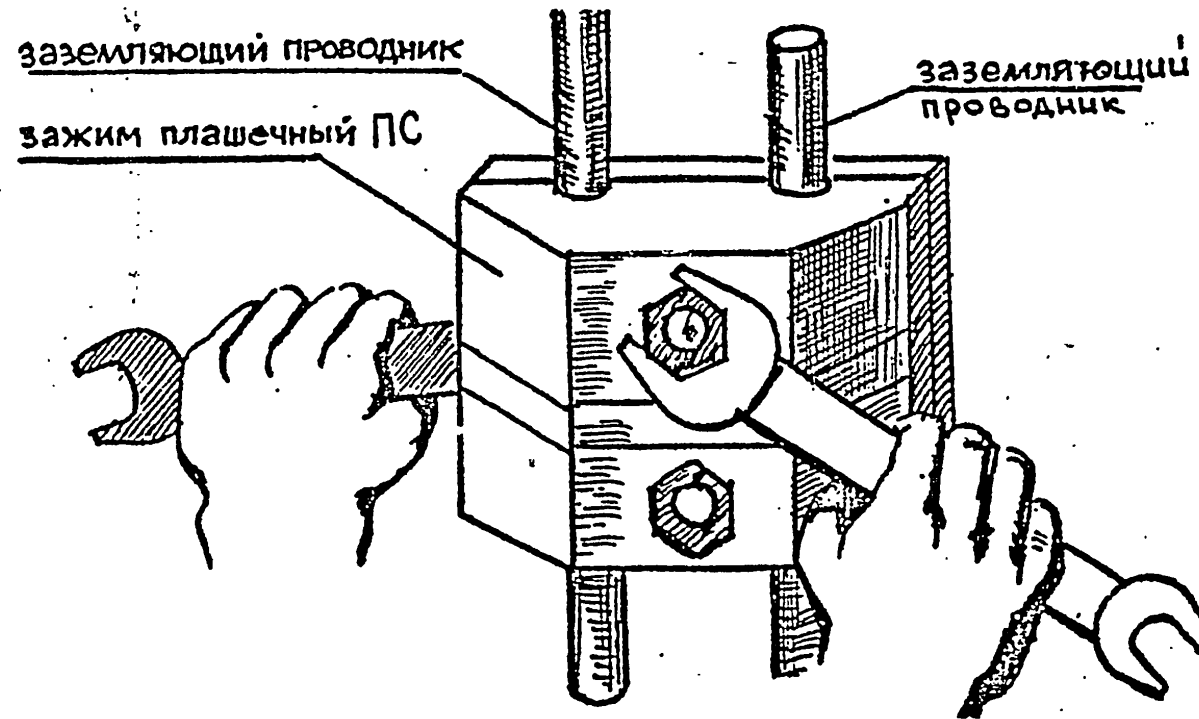

Рис.1
4.2. ЭИ гаечным ключом ослабляет болты плащечного зажима ПС, вкладывает в его канавки заземляющие проводники и с помощью гаечных ключей затягивает гайки (рис.1).